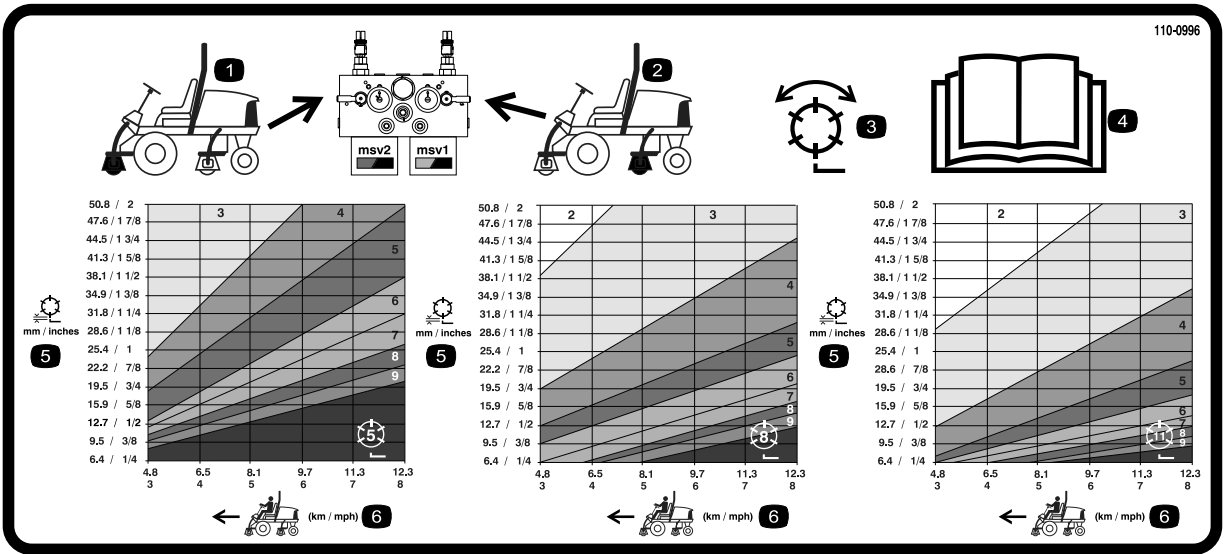
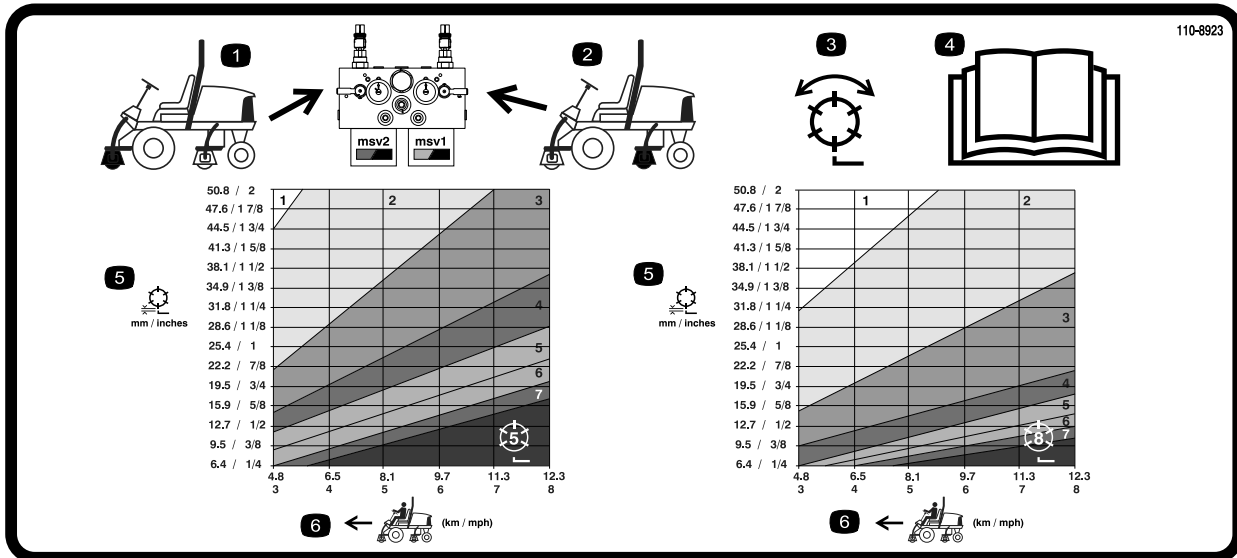

Figura 38
Figura 39
- Usando el gráfico apropiado de la pegatina 110-0996 (Figura 38) para el Reelmaster 5510 y 5610 con molinete de 17,8 cm [7 pulgadas], o la pegatina 110-8923 (Figura 39) para el Reelmaster 5210 y 5410, molinete de 12,7 cm [5 pulgadas], determine el ajuste correcto para la velocidad de los molinetes.